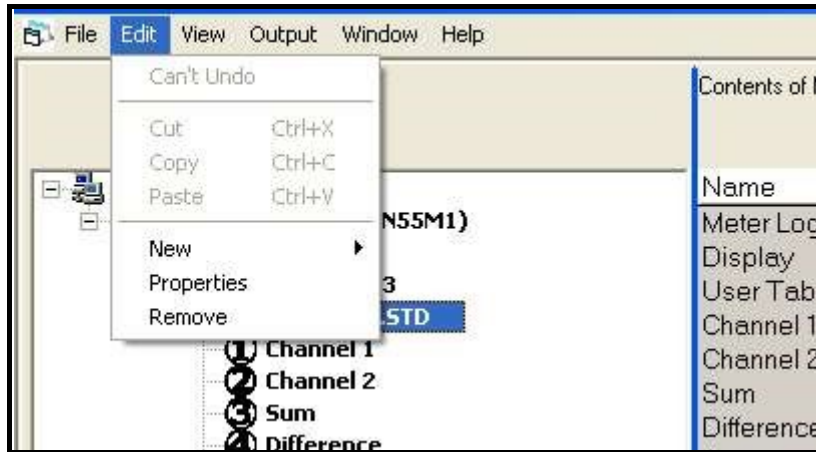

Figura 49: Opción de propiedades
2. Haga clic con el botón derecho del ratón en el XGF868i resaltado y seleccione la opción *Propiedades*, como se muestra en la *Figura 49*.